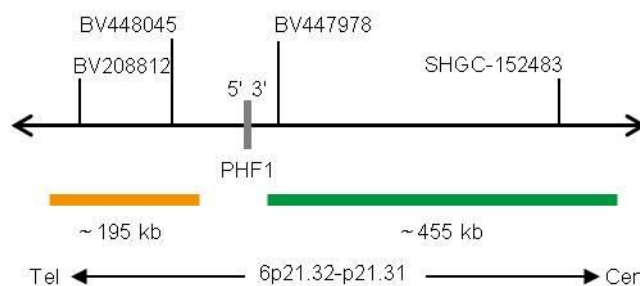

Fig. 1: SPEC PHF1 Mapa da sonda (sem escala)
- Polinucleótidos (~10 ng/μl) com marcação ZyGreen (excitação 503 nm/emissão 528 nm), dirigidos ao mapeamento de sequências alvo em 6p21.31-p21.32* (chr6:33,406,580-33,863,564) proximais à região de quebra do PHF1 (ver Fig. 1).
- Polinucleótidos (~4.5 ng/μl) com marcação ZyOrange (excitação 547 nm/emissão 572 nm), dirigidos ao mapeamento de sequências alvo em 6p21.32* (chr6:33,121,529-33,317,357) distais à região de quebra do PHF1 (ver Fig. 1).